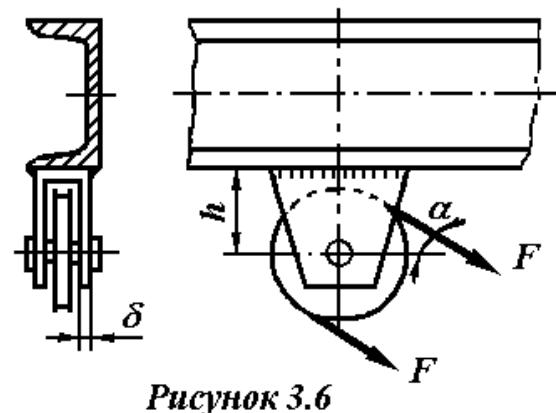

Рисунок 3.6
**Задача 6.** Рассчитать сварное соединение из серьги, блока и швеллера (рисунок 3.6). На блок действует сила  $F$ , толщина стенки серьги  $\delta$ (таблица 3.6). Материал свариваемых деталей - Сталь 10. Сварка ручная.